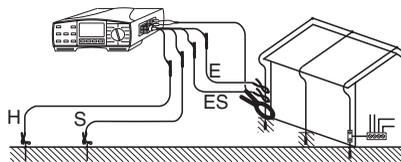

Bild 33: Anschluss der Messleitungen und Zangenadapter
- ▶ Die 4-polige Messleitung aus dem Erd-Mess-Set (Best.-Nr.1227) an den 4-poligen Messanschluss (17) des UNITEST 0100-EUROtest anschließen. Ebenfalls den UNITEST Zangenadapter (Best.- Nr. 1245) an die beiden Messanschlüsse C1 (14) C2/P (15) anschließen, siehe Bild 33.
- ▶ Den UNITEST 0100-EUROtest mit der Taste 'EIN/AUS' einschalten, den Drehschalter 'Messfunktion' auf die Funktion (12) RE Erdungswiderstand stellen.
- ▶ Ordnen Sie die Erdspeife für Hilfserder und Sonde, wie in Bild 33 gezeigt, möglichst in einer Linie an. Der Abstand zwischen Sonde und Erder bzw. Sonde und Hilfserder muss mindestens 20m betragen. Legen Sie die Leitungen sorgfältig aus, und achten Sie darauf, dass die Leitungen möglichst nicht parallel nebeneinander liegen und sich nicht kreuzen, um Einkopplungen zu vermeiden.
- ▶ Verbinden Sie die Messleitungen mit den Erdspeifen gemäß Bild 33. Schließen Sie den Zangenadapter an den zu messenden Erder an. Falls gewünscht kann mit der Taste 'HILFE' die Anschlussinformation direkt am Messgerät abgerufen werden, mehrfaches Drücken der Taste 'HILFE' zeigt die Anschlussmöglichkeiten an.